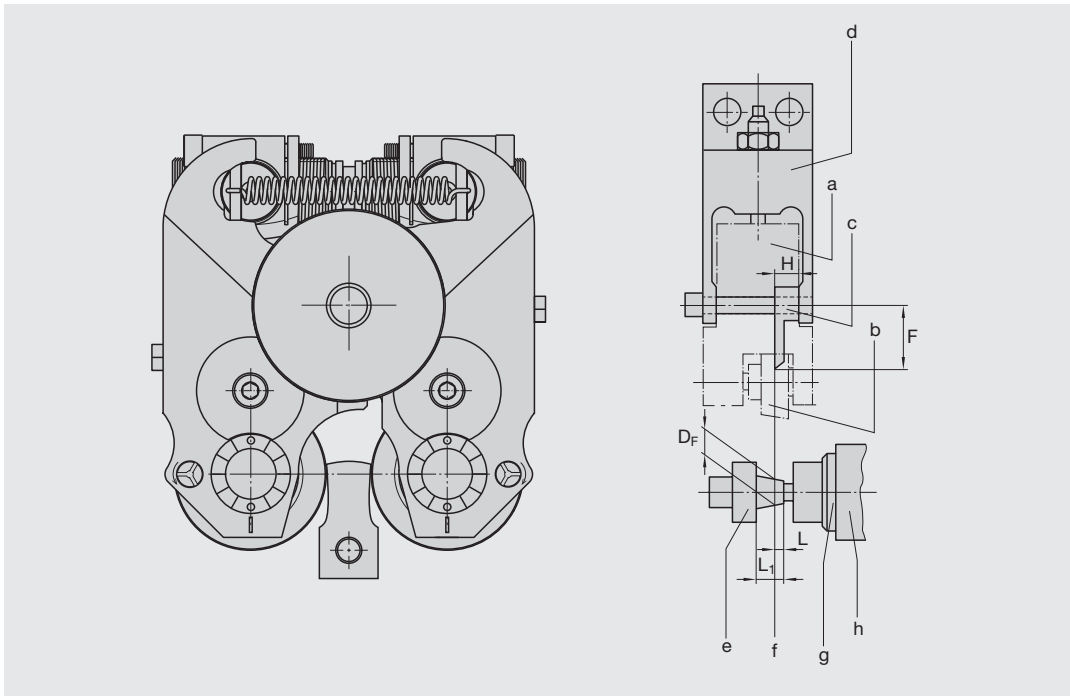

Abb. 12: Verwendung der Einstellehre bei konischen Gewinden
2. Stellen Sie sicher, dass die Einstellehre das Werkstück auf der Bezugsebene des konischen Gewindes berührt. (siehe Abbildung 12)